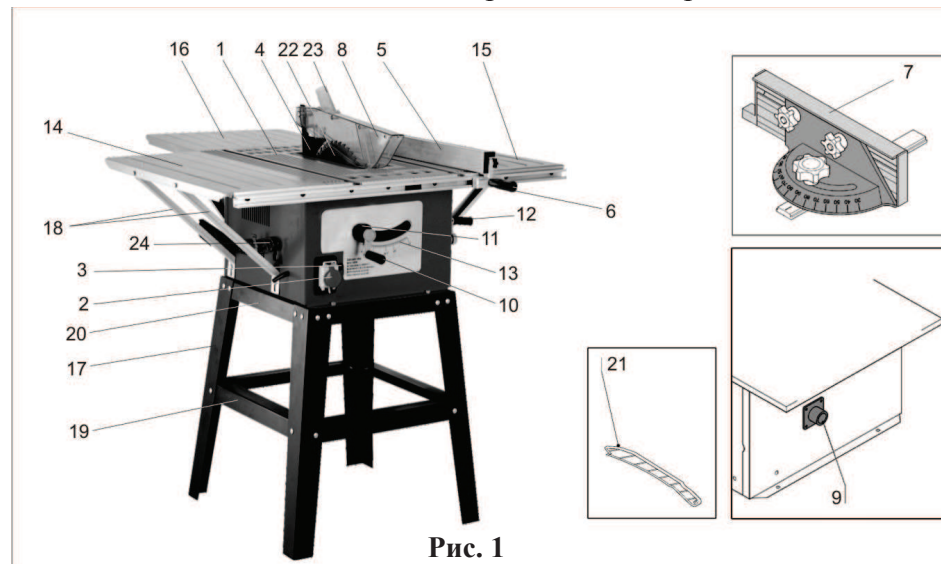

Рис. 1
3.1 Общий вид пилы схематично представлен на рис. 1
8. Основные операции (рис.1)
Для предотвращения «обратного удара» на данной пиле применяется расклинивающий нож **4** (рис. 1). Расклинивающий нож является защитным устройством и для обеспечения безопасной работы и должен быть правильно установлен. Расстояние между наружным краем пильного диска и расклинивающим ножом должно составлять от 3 до 5 мм.
7.3 Регулировка угла наклона пильного диска (рис. 1).
7.4 Фиксатор угла наклона пильного диска. (рис. 1).
7.5 Регулировка глубины пропила (рис. 1).
7.6 Параллельный упор (рис. 1)
7.7 Использование упора для косого и поперечного пиления (рис. 1).
7.8 Использование специального упора (рис. 1).
7.9 Отсос опилок (рис. 1).
7.1. Установка рукояток регулировки подъема пильного диска и установки угла наклона (рис.1)